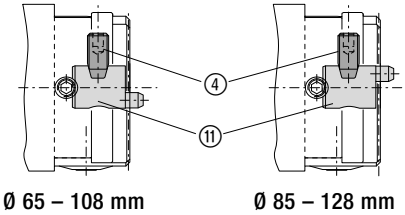

Fig. 4
## Guide cranté avec l'alimentation pour l'arrosage, porte-plaquette d'alésage (Fig. 4, 5),
L'arrosage (11) (Fig. 4) se fixe par conséquent d'abord dans le coulisseau via un alésage conique.